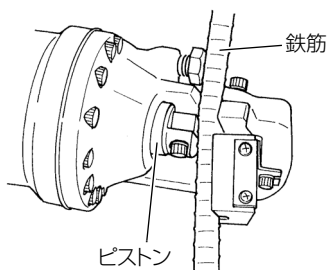

図 14
- (1) 最大能力の鉄筋 (CF 13 は 13 mm、CF 16 は 16 mm) を深くはさみ、スイッチを入れ、ピストンを 5 mm 程度前進させます。(図 14)
- (2) スイッチを切り、ピストンを止めます。